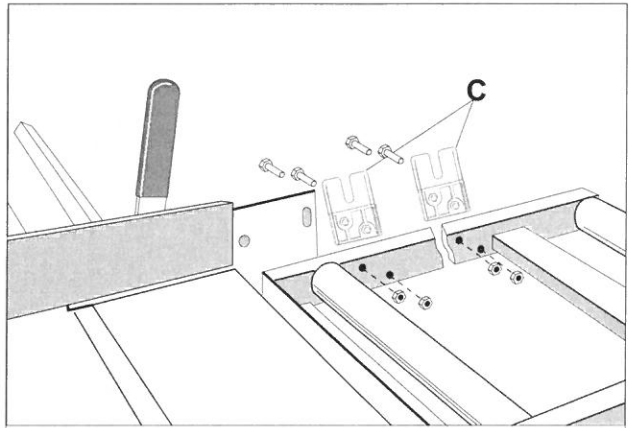
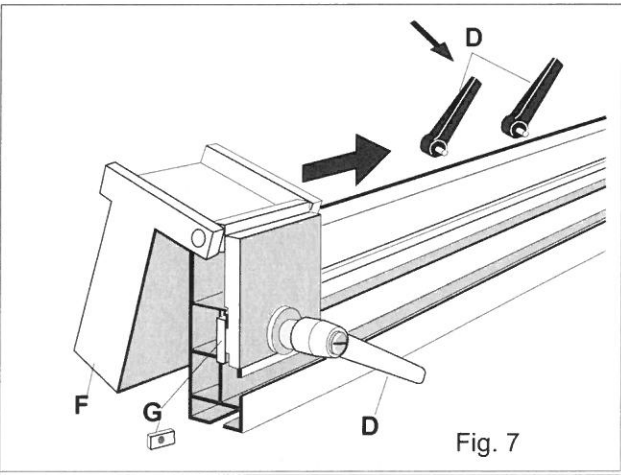
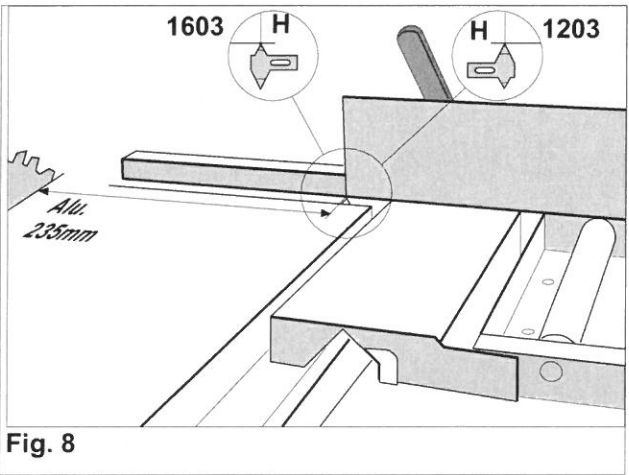

Fig. 6
Fig. 7
Fig. 8
- Monter brakettene **C** på rullebordet som vist i *fig. 6*. Før deretter mutterne **G** inn i det nederste sporet på anholdet og skru så låsehendlene **D** i mutterne (*fig. 7*). Monter deretter anholdet med låsehendlene i sporet på brakettene **C** (*fig. 6*).
- For at målebåndet på anholdet skal vise riktig ved kapping av arbeidsstykket, stilles sagbladet i kappeposisjon **0°** og låses i løftet stilling. Juster anholdet i lengderetningen slik at avstanden mellom aluminiumsanholdet og sagbladets tenner måler **235mm** (*fig. 8 og 9*). Anholdet låses med låsehendlene **D** (*fig. 7*). Bruk materialstopperen og kontroller at innstillingen er riktig ved å foreta en prøve­kapping. Når anholdet er riktig justert, justeres også pilen **H** bak på sagbordet som vist i *fig. 8 og 9*. Pilen skal markere enden av aluminiumsanholdet. Det vil senere være lett å stille anholdet tilbake i denne posisjonen.
- Før den fellbare materialstopperen **F** inn på anholdet fra enden, slik at mutteren **G** kommer inn i aluminiumsprofilen. (Se *fig. 7*.)